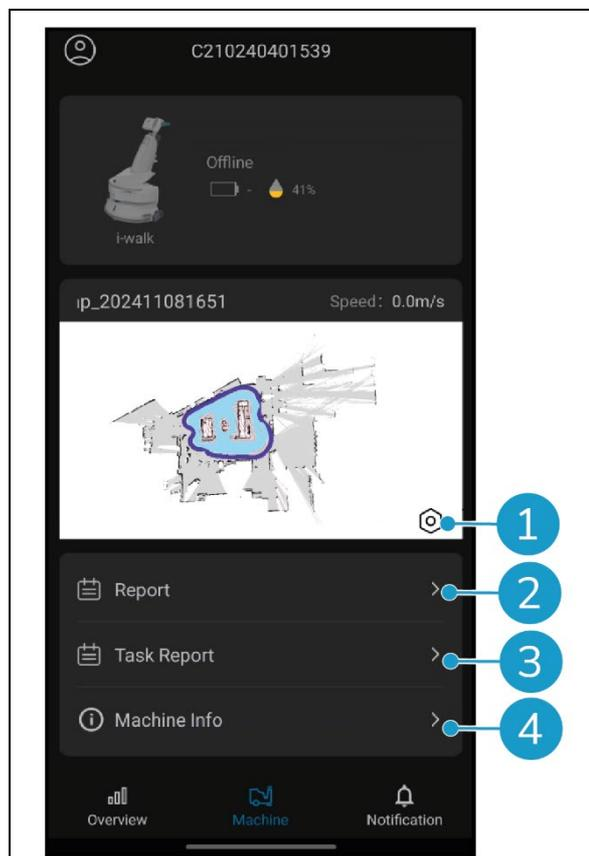

Figura 32
- Toque no ícone [Porca] (Figura 32, pos. 1) para editar o mapa de limpeza. Pode desenhar no mapa para indicar as áreas a evitar.
- Toque no botão [Relatório] (Figura 32, pos. 2) para abrir o Relatório da máquina.
- Toque no botão [Relatório de tarefas] (Figura 32, pos. 3) para abrir o Relatório de Tarefas.
- Toque no botão [Informação da máquina] (Figura 32, pos. 4) para visualizar informações sobre a máquina.